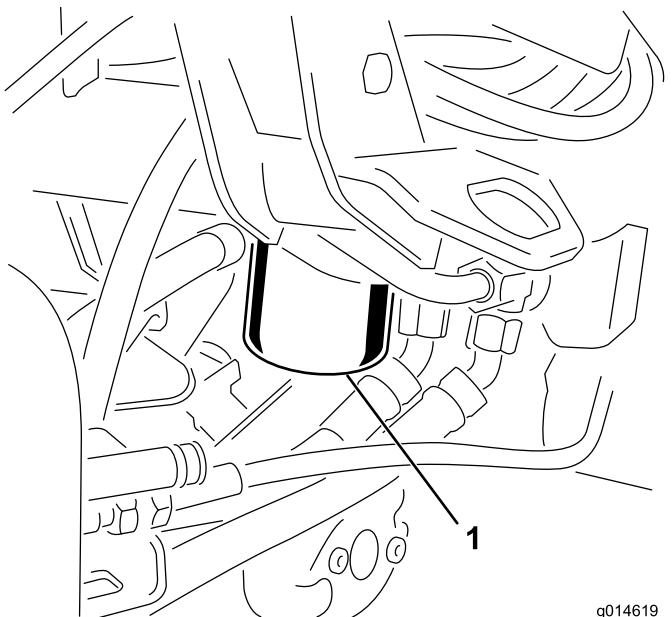

Figura 39
3. Sul lato destro della macchina, allineate una bacinella di spурgo sotto il filtro idraulico (Figura 39).
idraulico (Figura 39) ruotandolo manualmente fino a quando la guarnizione non viene a contatto con la testa del filtro, quindi serrate il filtro di altri 3/4 di giro.